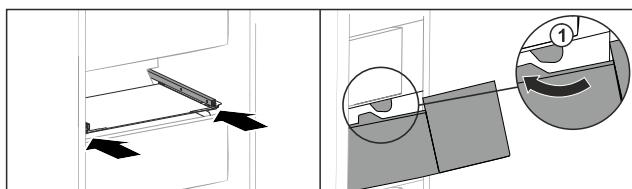

Fig. 95
- Обвести висувний ящик навколо стопора Fig. 95 (1).